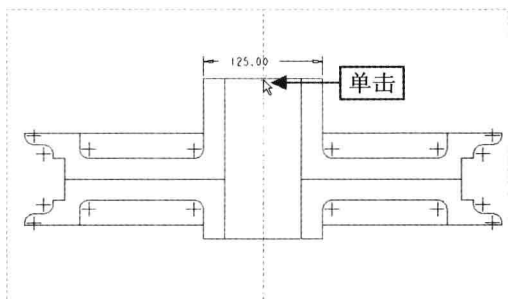

图 3-7 单击鼠标左键
Step 03 在绘图区垂直中心线和上方直线的交点处单击鼠标左键,如图 3-7 所示。